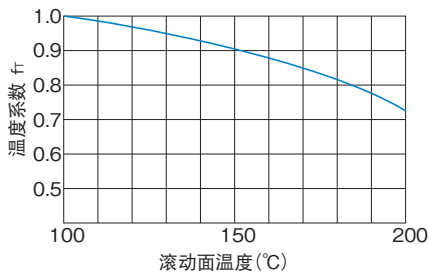

图3 温度系数 (f_T)
- f_T : 温度系数 (参照 **A5-6**图3)
如果ST型的使用环境温度超过100°C时,就要考虑高温的不良影响,应将基本额定载荷乘以图3中表示的温度系数。